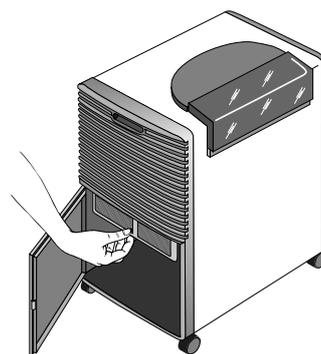

Fig. 4
- Verwijder de luchtfilter door het deurtje van de tank te openen en de filter gelijktijd naar beneden en naar buiten te trekken (fig. 4).